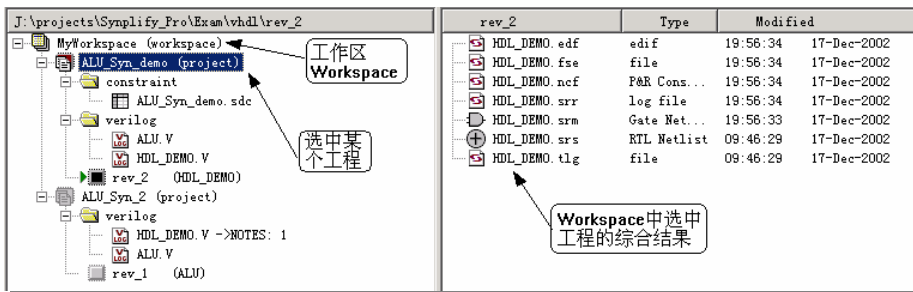

图4-42 新建好的 Workspace
2. 单击 **下一步(N) >** 按钮，在接下来的对话框中单击 **Add Files...** 按钮，指定需要添加的工程项目（prj 文件）。工程项目添加到 Workspace 后，单击 **完成** 按钮确认 Workspace 的创建，这时在 Synplify Pro 工程目录下发现工程向导已经按照设置创建了“ MyWorksapce ”工作区。在工作区中所有操作命令一般仅针对高亮显示的选中工程有效，而所有未高亮显示工程保持原有状态，如图 4-42 所示。